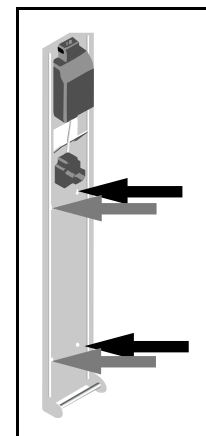

Fig. 1
- 3) Sujete el cargador en la pared, después, coloque y apriete los tornillos (consulte la Fig. 1).